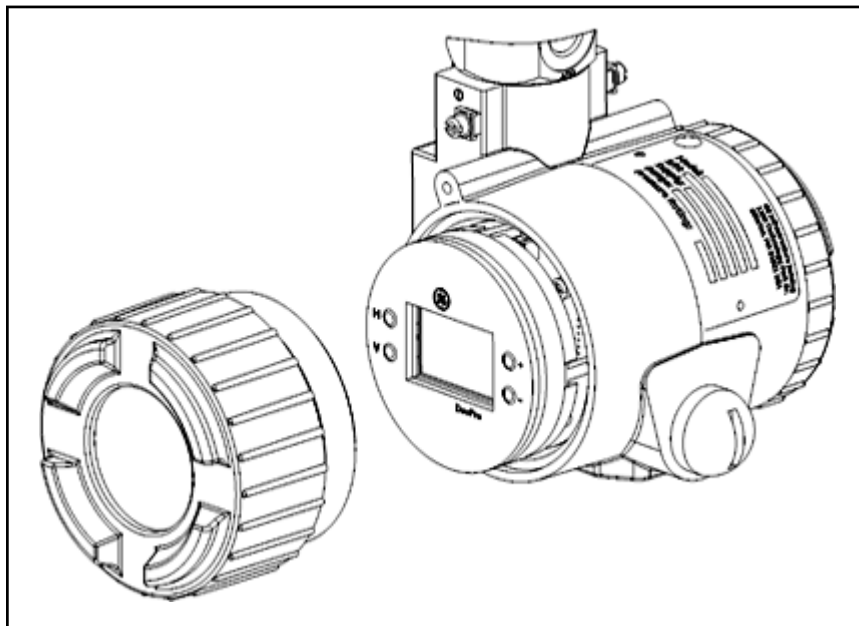

図 14 : ディスプレイ付き DewPro
1. 保護キャップのねじを緩めて、DewPro の先端から（上の図 14 に示すように）取り外し、ディスプレイモジュールを露出させます。これでボタン（V、H、+、-）へのアクセスが可能になります。